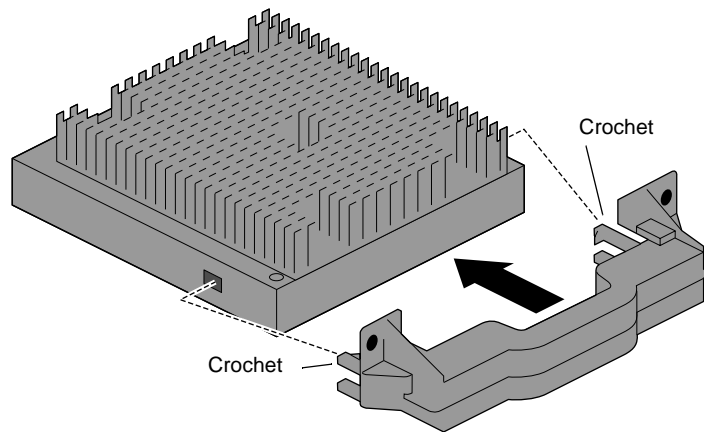

Figure 6-4 Fixation de la poignée sur le processeur
11. Placez les crochets flexibles dans les trous situés sur les côtés du processeur (voir Figure 6-4).